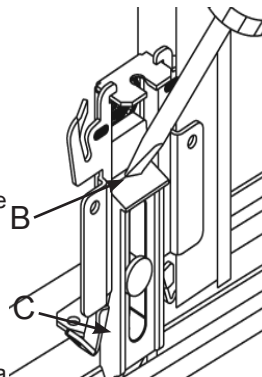

FIGURA 8
Después de obtener aproximadamente 1/2\" (13) de espacio libre en el suelo, presione la guía inferior de hacia abajo con el pulgar o un destornillador en (B) hasta que los ganchos (C) entren a presión en carril del piso. La guía correrá hacia arriba y abajo por el riel para compensar el nivel irregular del suelo, sin desenganchar la puerta. La guía se puede quitar haciendo palanca debajo de la brida de nylon (Figura 8).